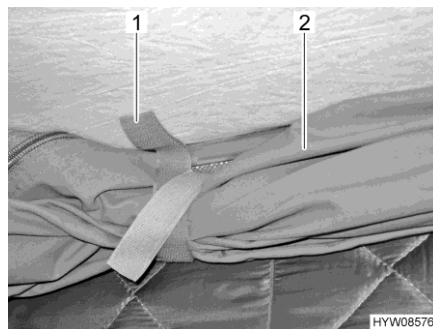

Fig. 80 Passanti di sostegno
- Staccare i passanti di sostegno (Fig. 80,1) che si trovano sul tessuto della tenda avvolto (Fig. 80,2).
- Avvolgere il tessuto della tenda (Fig. 80,2) e fissarlo con i passanti di sostegno (Fig. 80,1).